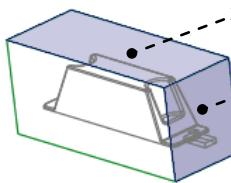

图 12.28 定义草绘平面
(1) 单击 **分型面** 功能选项卡 **形状** ▾ 区域中的“拉伸”按钮 ，此时系统弹出“拉伸”操控板。
(2) 定义草绘截面放置属性。右击，从系统弹出的菜单中选择 **定义内部草绘...** 命令；在系统 **选择一个平面或曲面以定义草绘平面** 的提示下，选取图 12.28 所示的坯料表面为草绘平面，然后选取图 12.28 所示的坯料表面为参考平面，方向为 **上**；单击 **草绘** 按钮，至此系统进入截面草绘环境。